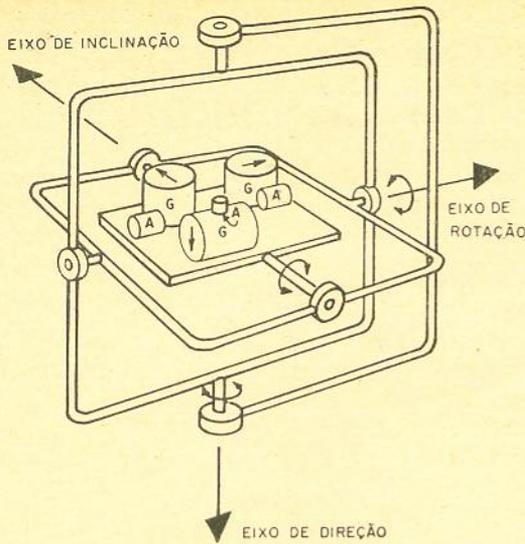

Figura 1
O coração do sistema inercial consiste de **plataforma estável**, também conhecida como **unidade inercial de referência** (UIR), ou **unidade de medição de inércia** (UMI). A plataforma consiste de um sistema giroscópico triortogonal. Ela estabiliza um elemento estável no qual são montados acelerômetros. A figura 1 mostra como os três giroscópios (G) e os três acelerômetros (A) são suspensos pelo eixo de simetria do quadro móvel mais interno, montado num sistema de junta universal. A junta universal permite o li-